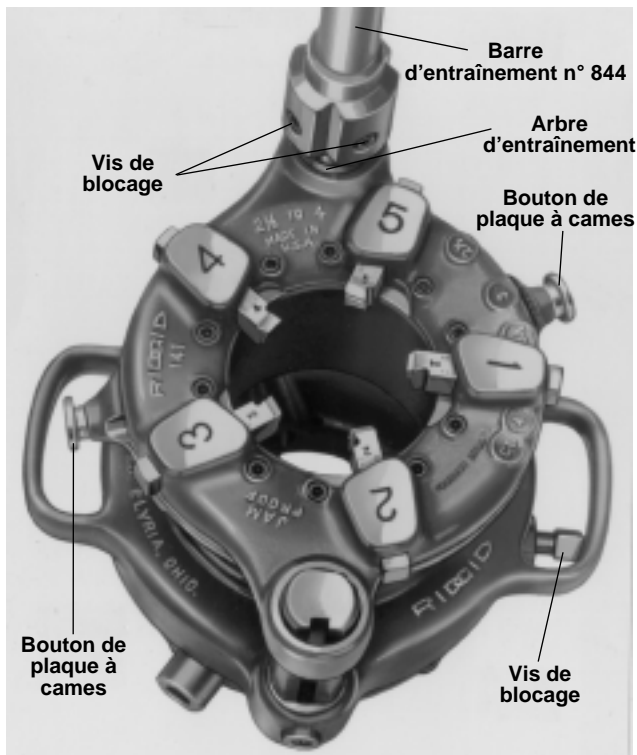

Figure 21 – Fileteuse démultipliée n° 141 avec barre d'entraînement n° 844 montée
2. Tirez sur les boutons de la plaque à cames (Figure 21), puis tournez la plaque à cames jusqu'au repère approprié du sommet de la tête de filière. Lâchez les boutons dès que la broche s'introduit dans l'orifice de plaque de sélection.
2. Tirez sur les boutons de la plaque à cames (*Figure 21*), puis tournez celle-ci jusqu'au repère "CD" de la tête de filière.
3. Retirez le jeu de filières usées (*Figure 21*), puis installez le nouveau jeu de filières.